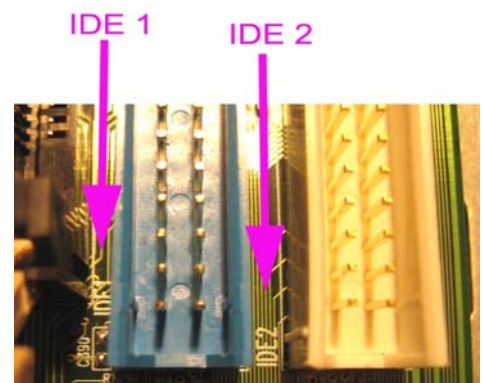

Abbildung 96: IDE-Ports am Motherboard
8. **Anschluss am Motherboard:** Optische Laufwerke werden immer am **IDE2 Port** (Anschluss) angesteckt, siehe Abbildung 96.